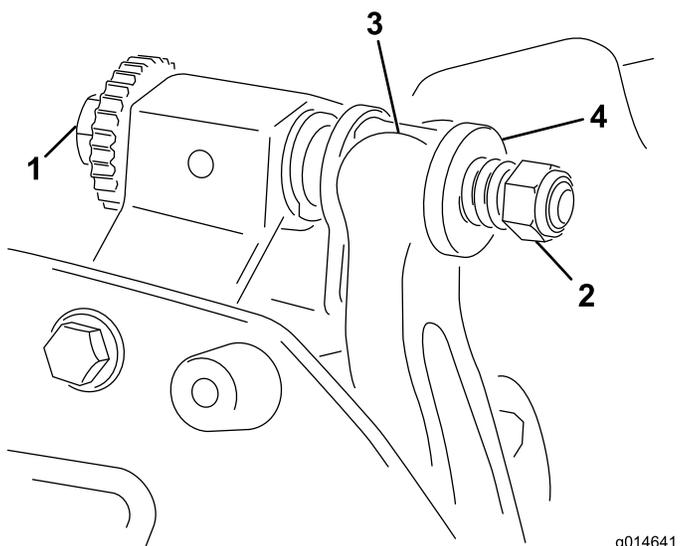

图20
1. 逆时针旋转底刀架调节螺丝将底刀后撤离开滚刀 图 20。
2. 退出弹簧加压螺母直到垫圈不再对底刀架 图20 施压。
1. 安装底刀架将安装吊耳固定在垫圈与底刀架调节螺丝之间 图20。